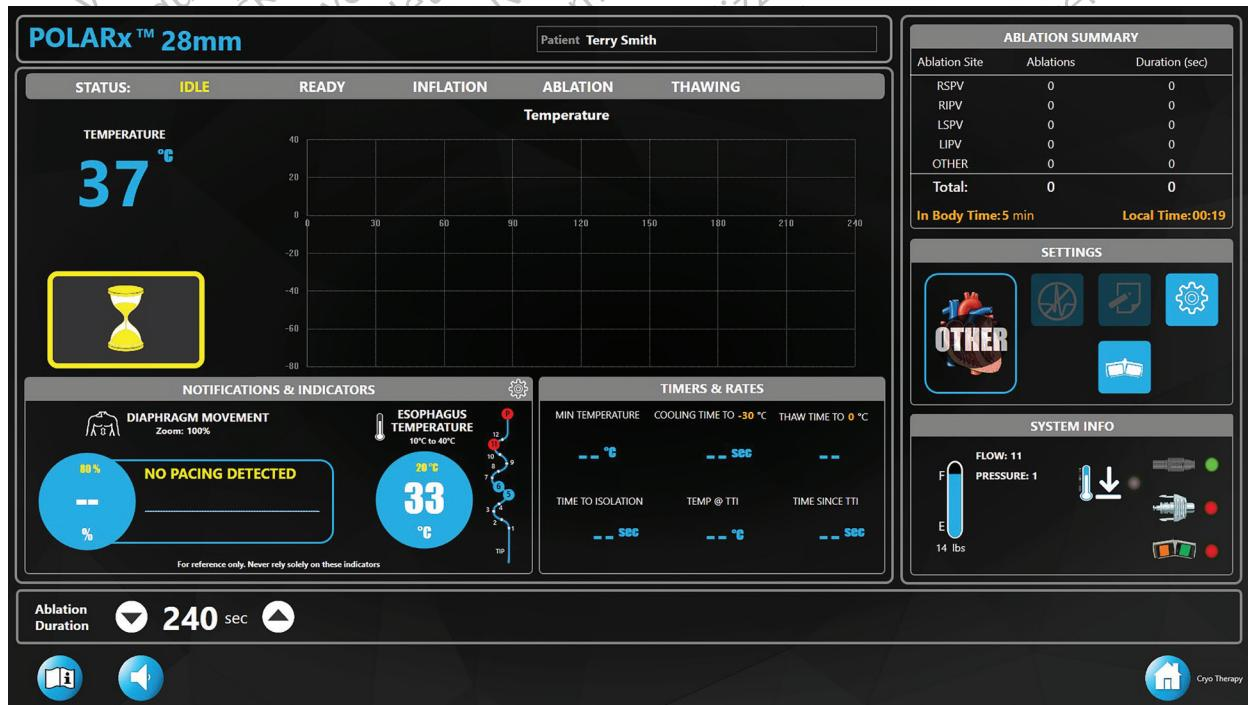

Figura 11. Sonda di temperatura esofagea CIRCATM S-CATH - Sensori non funzionanti
- Se uno dei sensori non è funzionante, sarà evidenziato in rosso (fare riferimento alla Figura 11).